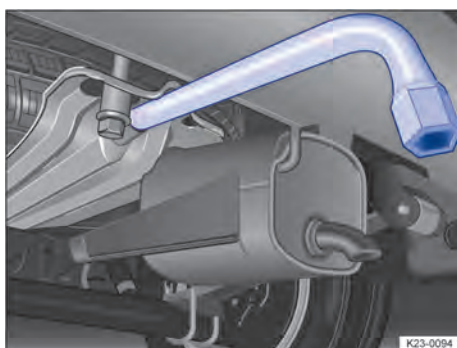

Fig. 220 Sous le véhicule : support de roue de secours avec clé démonte-roue en place
3. Insérez la clé démonte-roue dans son support → fig. 220.
2. Insérez la clé démonte-roue dans son support → fig. 220.